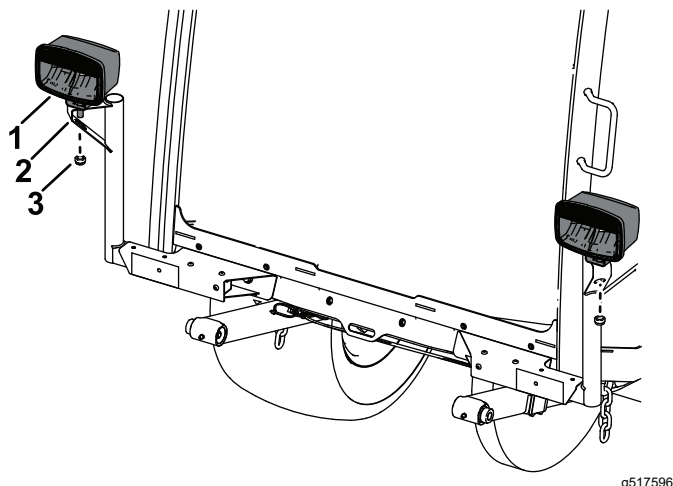

Figura 16
3. Prenda o conjunto da luz esquerda e conjunto da luz direita à montagem da luz esquerda e montagem da luz direita utilizando a porca hexagonal nos conjuntos das luzes (Figura 16).